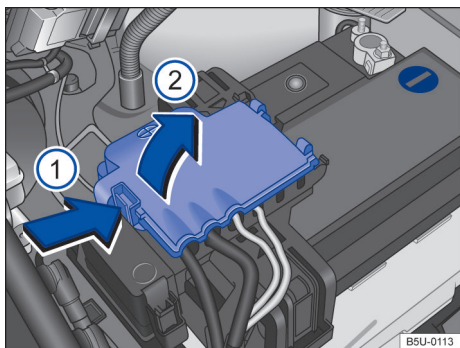

Fig. 123 Compartimento do motor: acesso ao terminal positivo da bateria.
- Abrir a cobertura do polo positivo. Para abrir pressionar a trava no sentido da seta → Fig. 123 (1), rebater a cobertura para o lado no sentido da seta (2).
- Conectar uma extremidade do cabo auxiliar de partida *vermelho* ao polo positivo (+) do veículo com a bateria do veículo descarregada (A) → ⚠️.
- Conectar a outra extremidade do cabo auxiliar de partida *vermelho* ao polo positivo (+) da bateria do veículo fornecedora de corrente (B).
- Conectar uma extremidade do cabo auxiliar de partida *preto* ao polo negativo (-) da bateria do veículo fornecedora de corrente (B).
- Conectar a outra extremidade do cabo auxiliar de partida *preto* (X) no veículo com a bateria do veículo descarregada em uma peça maciça de metal aparafusada firmemente ao bloco do motor ou no próprio bloco do motor - porém não nas proximidades da bateria (A) → ⚠️.